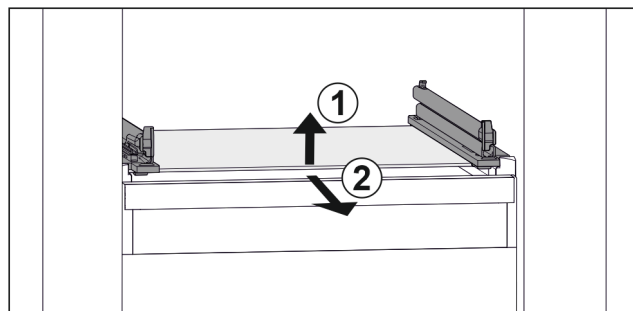

Fig. 137 Klaasplaadi näitlik kujutis
- ▶ Tõstke klaasplaat eest üles. Fig. 137 (1)
- ▶ Võtke klaasplaat ettepoole välja. Fig. 137 (2)